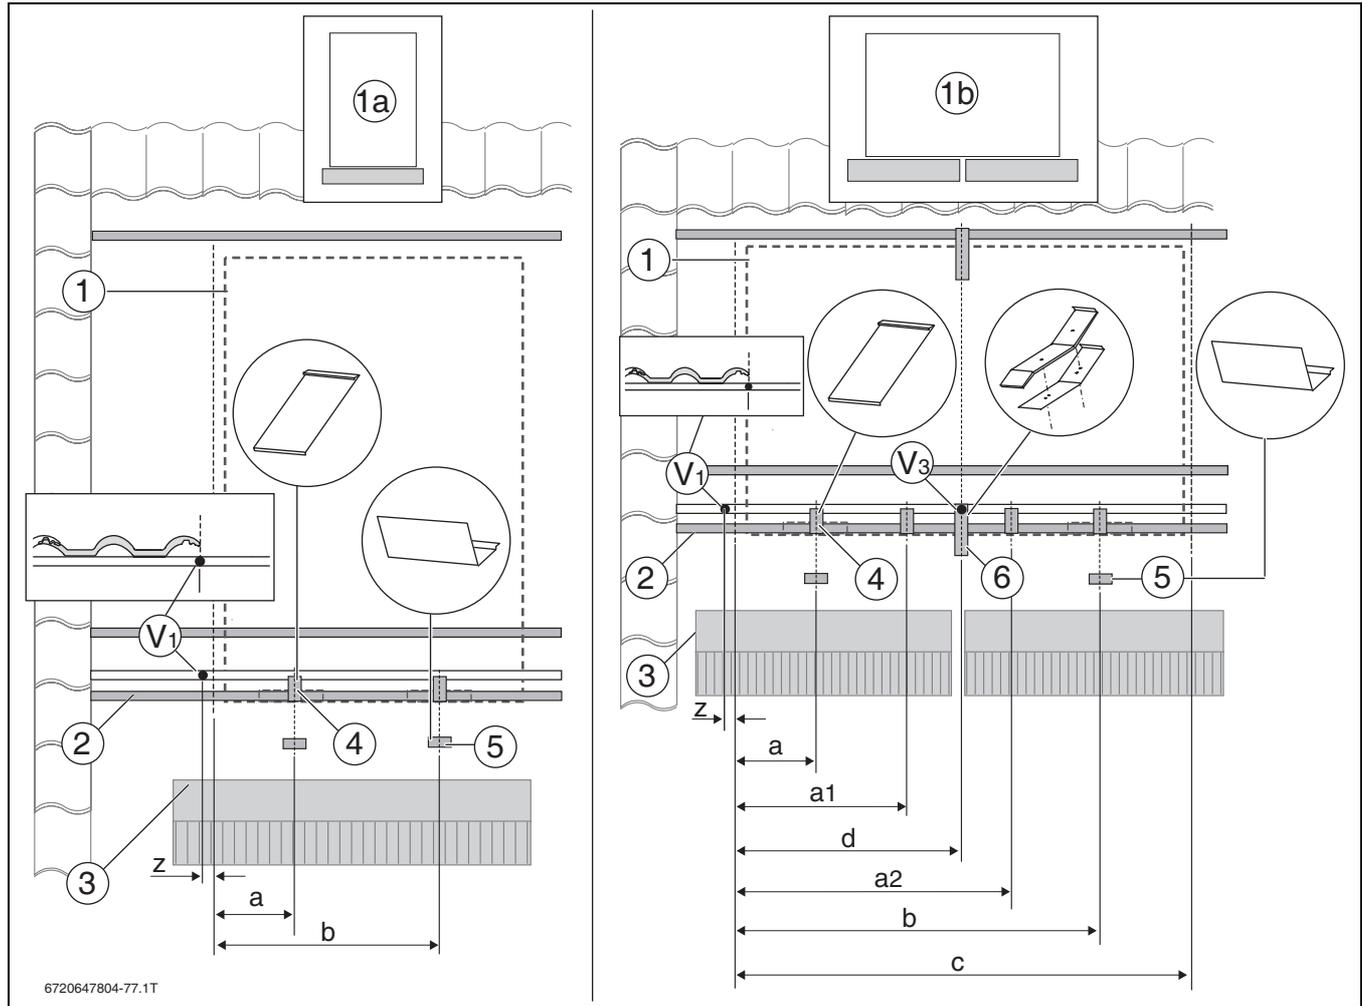

Fig. 40 Medidas de montaje para colectores individuales
- **Colectores individuales, vertical:** medidas a, b (→ fig. 40 y tab. 24, pág. 32)
- **Colectores individuales, horizontal:** medidas a, a1, a2, b, c, d (→ fig. 40 y tab. 24, pág. 32)